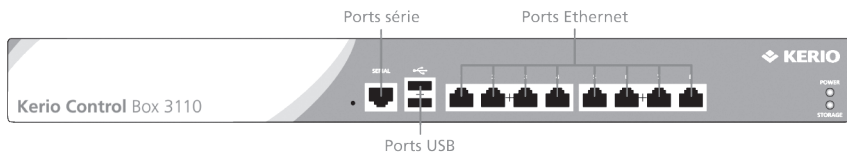

Figure 2 Kerio Control Box 3110 (avant)
- Kerio Control Box 3000 — Appareil montable dans un rack 1U — voir la figure 2.